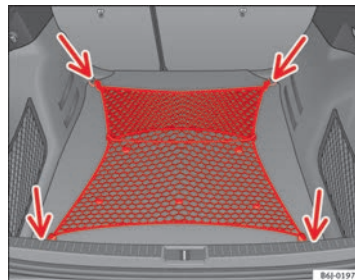

Fig. 98 Filet à bagages déployé
- Accrochez le filet à bagages aux quatre œillets d'arrimage -flèches- ⇒ fig. 98.